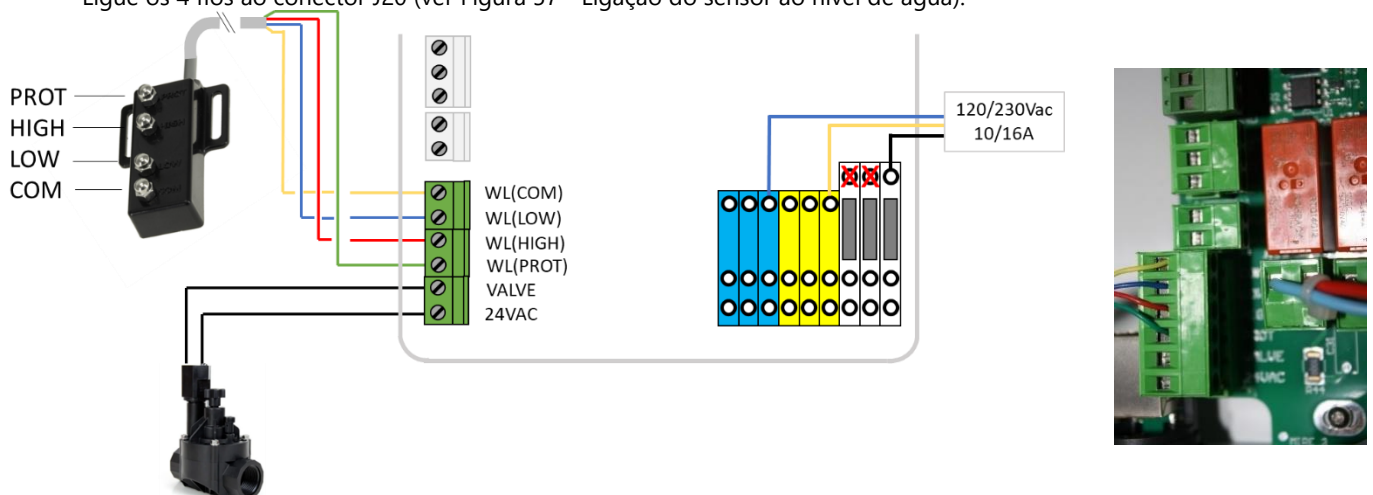

Figura 57 - Ligação do sensor ao nível de água
- Ligue os 4 fios ao conector J20 (ver Figura 57 - Ligação do sensor ao nível de água).
- Ligue a extremidade do cabo de 2 condutores ao conector J20 marcado WL (VALVE) conforme Figura 57 - Ligação do sensor ao nível de água. A polaridade não tem importância.